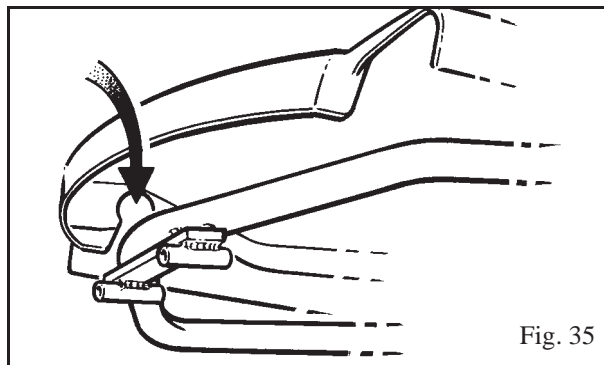

Fig. 35
2. Alinhe as presilhas de posicionamento sobre a barra transversal traseira da estrutura do assento. (Ver Fig. 35)